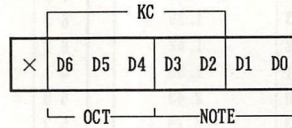

図3-3 キースケーリング
1 音に対し 4 データを設定し、1 データは 5 ビットからなります。EG にキーオンが与えられると減衰量が減少し、TA 時間後に減衰量は 0 db に達します。このアタック時間 (TA) を AR により、表 3-11、3-12 のように設定することができます。また、AR は KEY CODE によりスケールされるので、図 3-3 を参照してください。
1 音に対し 4 データ設定し、1 データは 5 ビットからなります。EG は減衰量が 0 db のとき、自動的にファストディケイレベルに達します。このファストディケイ時間 (TD1) を D1R により、表 3-11、表 3-12 のように設定することができます。また、D1R は KEY CODE によりスケールされるので、図 3-3 を参照してください。
1 音に対し 4 データ設定し、1 データは上のように 5 ビットからなります。EG はファストディケイレベルを経過するとセカンドディケイに移り、この状態がキーオフまで続きます。このセカンドディケイ時間 (TD2) を D2R により、表3-11、3-12のように設定することができます。また、D2R は KEY CODE によりスケーリングされるので、図3-3を参照してください。
1 音に対し 4 データを設定し、1 データは上のように 4 ビットからなります。EG はキーオフされるとリリースに移り、最大減衰量 (96 db) に向かって減衰が進みます。このリリース時間 (TR) を RR により表3-11、3-12のように設定することができます。また、RR は KEY CODE によりスケーリングされるので、図3-3を参照してください。
1 音に対し 4 データを設定し、1 データは 2 ビットからなります。この KS は AR、D1R、D2R、RR に関係し、KEY CODE により、各レートをスケーリングします。スケーリングレベルは、図3-3のように 4 段階にコントロールすることができます。スケーリングした後の各レートでアタック、ファストディケイ、リリースの各時間が定まります。
表3-11、3-12は、図3-3で決まるキースケーリング後のレート 6 ビットを上位 4 ビット、下位 2 ビットに分けて表現しています。